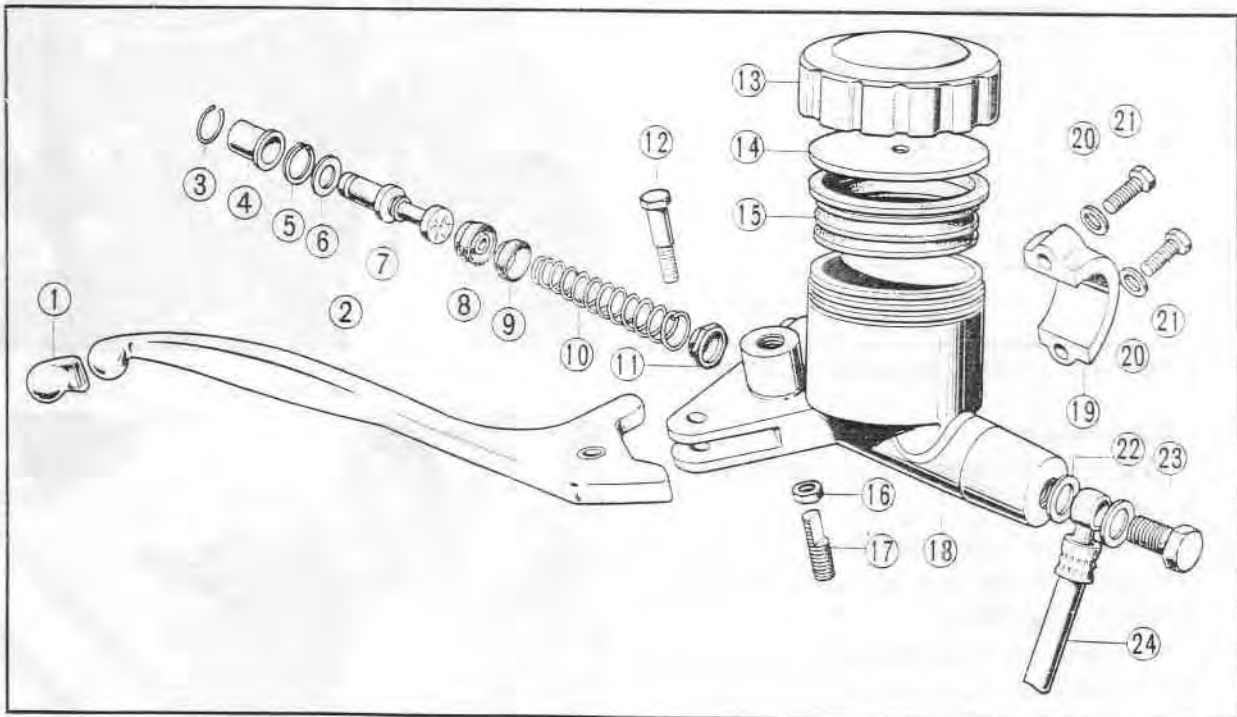

Fig. 14-7
8. Enlever la rondelle d'arrêt et le capuchon du corps du maître cylindre. (Fig. 14-7)